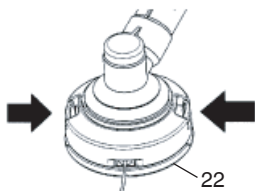

Fig. 26
(1) Retirez le boîtier (22) en poussant fermement les attaches de blocage vers l'intérieur avec les pouces comme l'illustre la Fig. 26.